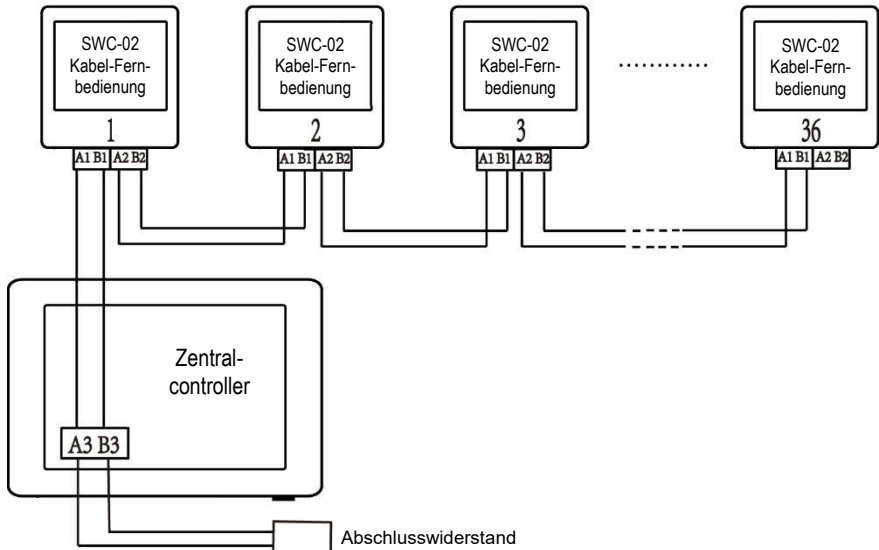

Abb. 3-8: Zentralcontroller an einer SWC-02 Kabel-Fernbedienungsstation angeschlossen
- (1) Der Anschlussplan für das Steuerungssystem ist in Abb. 3-8 dargestellt. Das gesamte Steuerungssystem besteht aus dem Zentralcontroller, der SWC-02 Kabel-Fernbedienungsstation und dem Kommunikationskabel. Die mit dem Zentralcontroller verbundene SWC-02 Kabel-Fernbedienungsstation kann höchstens 36 Adressen des Kommunikationsknotens unterstützen.